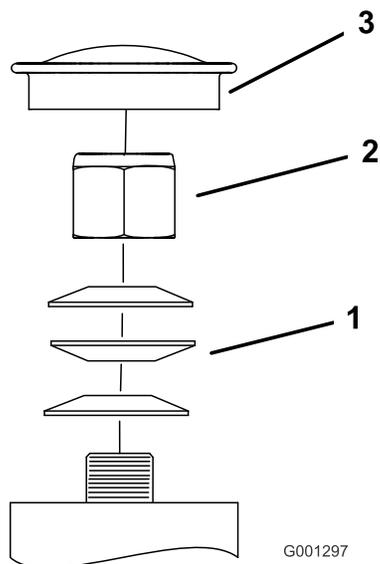

Figura 45
3. Retire el tapón anti-polvo de la rueda giratoria y apriete la contratuerca (Figura 45).
4. Apriete la contratuerca hasta que las arandelas de muelle estén planas, luego afloje 1/4 de vuelta para establecer la pre-carga correcta de los cojinetes (Figura 45).
**Importante:** Asegúrese de que las arandelas de muelle están correctamente instaladas, según muestra Figura 45.
5. Coloque el tapón anti-polvo (Figura 45).